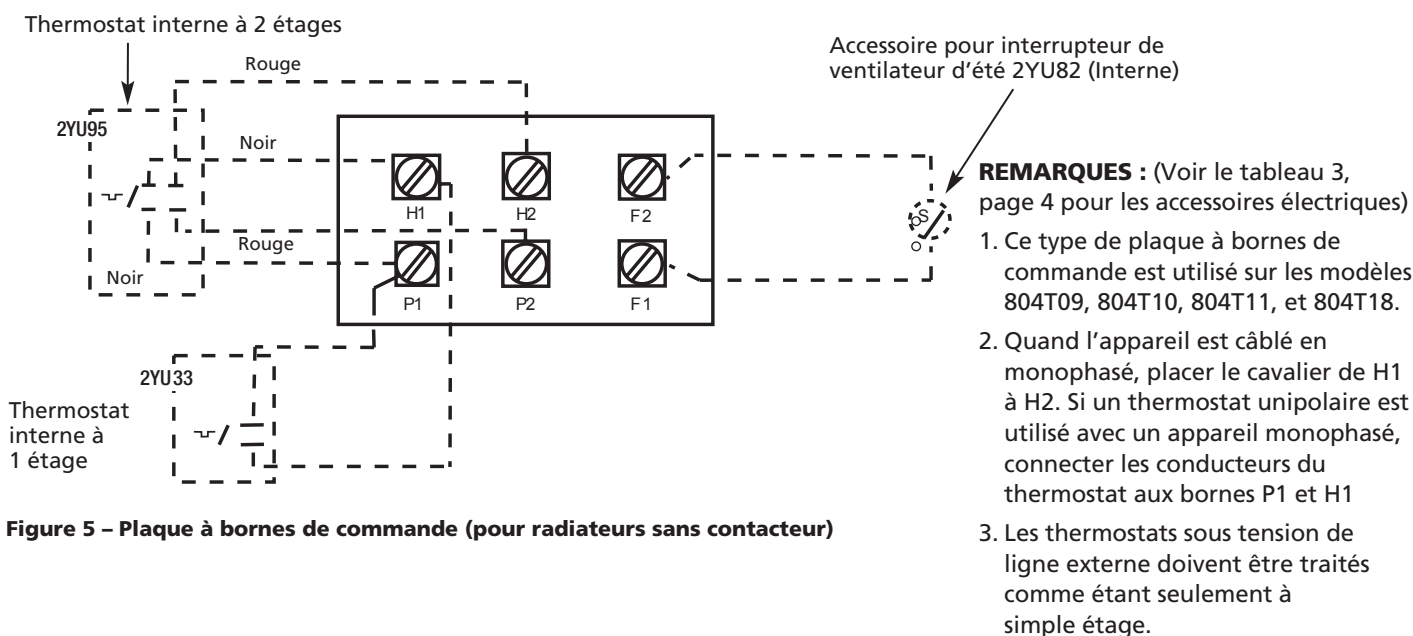

Figure 5 – Plaque à bornes de commande (pour radiateurs sans contacteur)
3. Pour les appareils non livrés avec un contacteur intégré (3 kW), se reporter au schéma de câblage de la Figure 5, page 8.